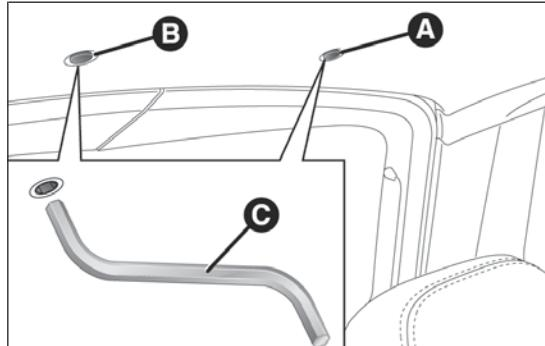

fig. 73
- Movimentazione tendina:** rimuovere il tappo di protezione A fig. 73 ubicato sul rivestimento interno;